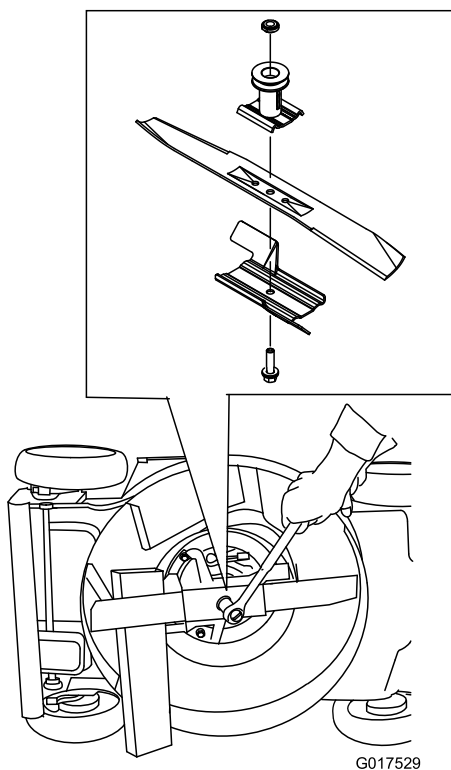

Figura 29
3. Utilice un bloque de madera para inmovilizar la cuchilla (Figura 29).